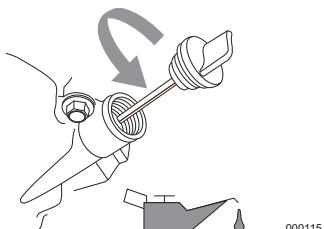

Figura 4-1. Cómo añadir aceite al motor
3. Retire la tapa de llenado de aceite y límpie la varilla de medición. Consulte la **Figura 4-1**.